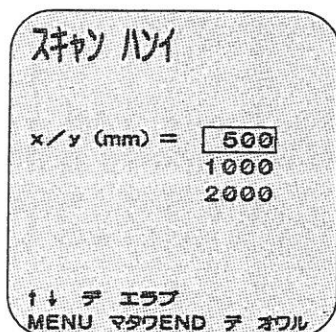

図15
7. 6. 4. 測定範囲の設定は、図11を表示させたあと、 スキャン ハンイにカーソルを合わせSTARTキーを押してください。図15が表示されます。